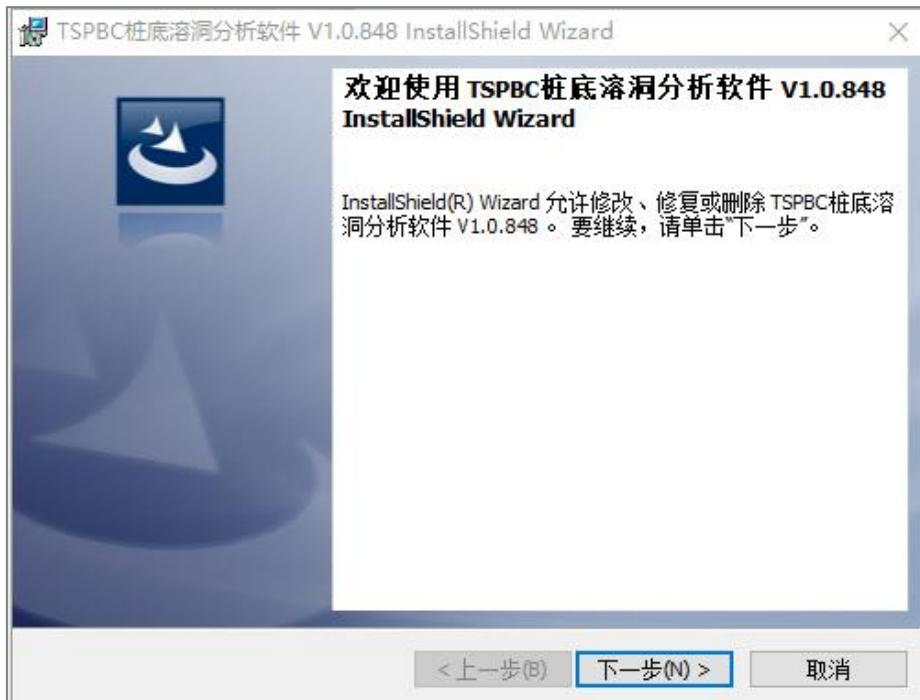

图3-1 安装界面
- 1) 在随仪器配置的U盘上找到桩底溶洞分析软件V1.0.848.exe，双击打开该文件，即可进入安装界面，见图3-1。